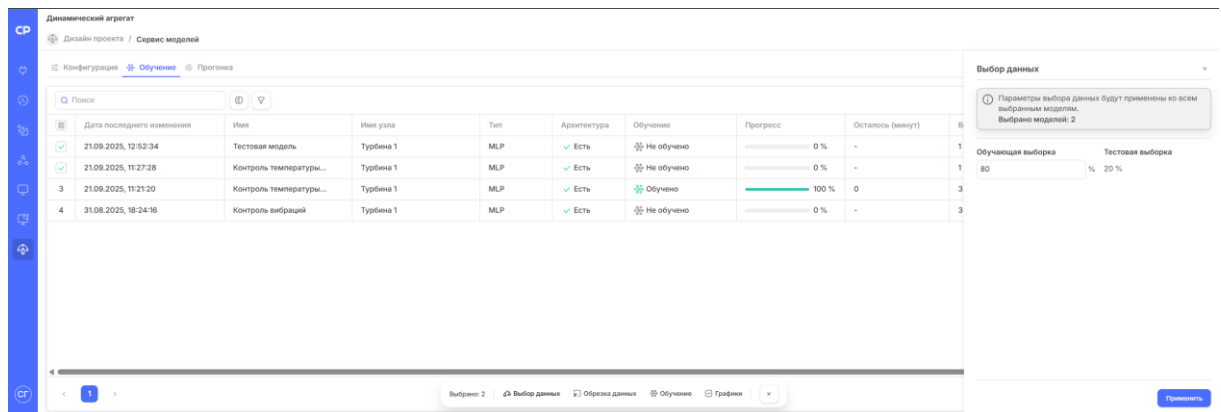

Рисунок 153. Задание автоматического разбиения через групповые действия
- через групповые действия: выберите нужные модели в сводной таблице, в плашке групповых действий выберите «Выбор данных», введите процент и нажмите «Применить» (Рисунок 153).